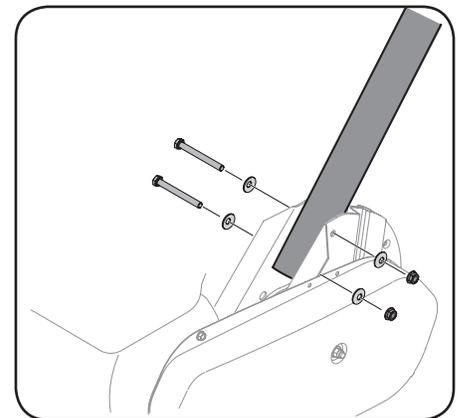

Figure 3-5
1. Dévissez les boulons situés sur le dessus du carter de chaîne. Mettez-les de côté avec leurs rondelles et leurs écrous. (Figure 3-5)
2. Positionnez correctement la tige de la poignée et faites-la tenir en place avec les boulons retirés à l'étape 1. (Figure 3-5)